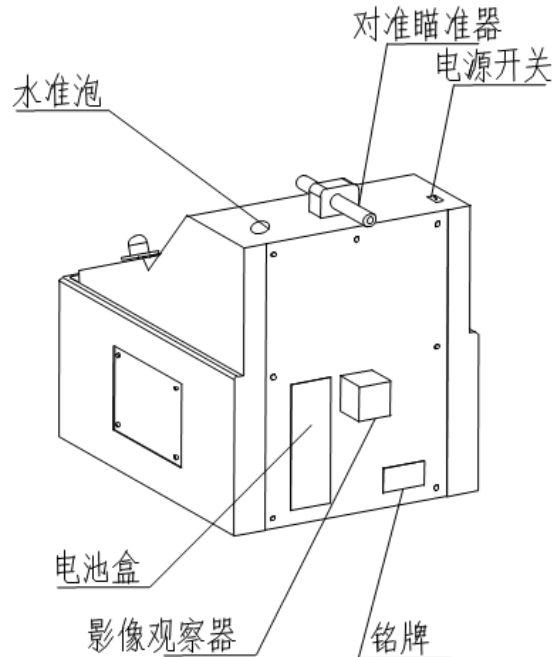
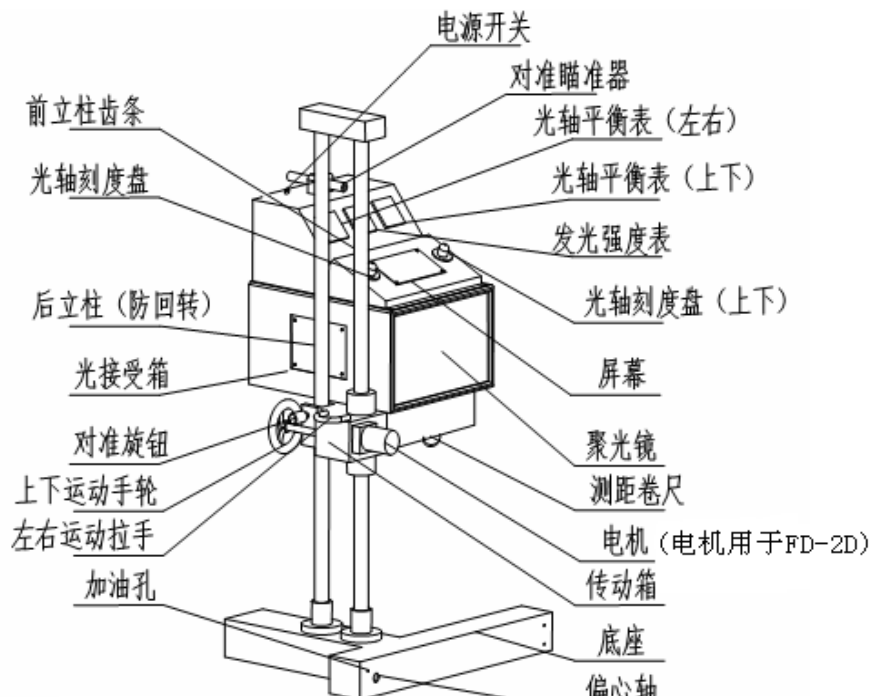

图 2.1
图 2.2
(1)、仪器外形如图 2.1 和图 2.2 所示：
(2)、观察光接收箱顶部的水准泡是否位于中心圆线内（见图 3.5a），允许少量偏移，以气泡的边沿不超出中心圆线为限。如 3.5b 所示：如果气泡的边沿已超出中心圆线，则需要重新调整光接收箱的水平位置（步骤：气泡已超出圆外，可用扳手调节底座的调节螺母（见图 2.2），使气泡处在中心圆内。如果场地过分倾斜，可能超出调节范围）。
(3)、被检车辆的摆正。检测时，要求被检车辆的纵向中心线与仪器的光学中心线平行，可利用仪器光接收箱顶部的对准瞄准镜进行检查。在被检车辆上选定前后相隔 1m 以上的两点（该两点应落在车辆纵向中心线上，或与之平行），用于对准瞄准镜观察，如果上述两点均在瞄准镜十字分划板的垂直线上，则说明车辆已经摆正，否则，可旋转对准旋钮（参看图 2.1），使受光箱在一定范围内转动，使前述两点落在垂直分划线上，则仪器与被检车辆的相对应位置已摆正。